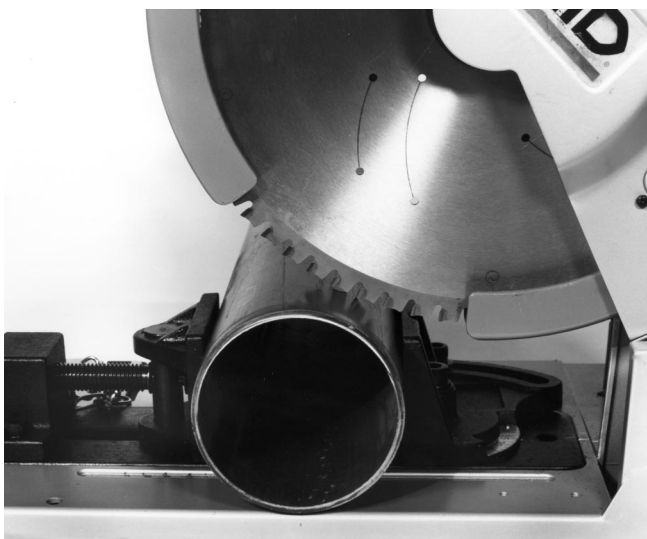

Figura 5
- a.) Para 90°, coloque debidamente la pieza de trabajo entre la placa de la prensa de tornillo y la guarda o guía. No olvide apretar la prensa de tornillo. (Figura 5)